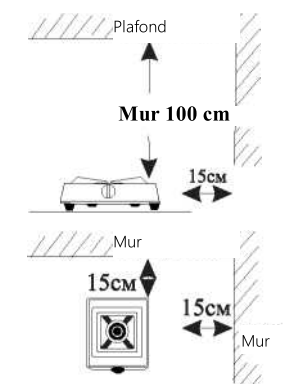

Fig. 14
- Le réchaud doit être placé sur une surface plane, solide et stable. L'appareil nécessite suffisamment d'espace et d'air autour de lui. Laissez au moins 15 cm d'espace des côtés du réchaud et 100 cm au-dessus de lui (Fig. 14). Si l'espace est à moins de 15 cm des côtés inflammables, une barrière d'isolation thermique doit être installée. Gardez également le papier, l'huile et tout autre objet inflammable loin du réchaud à gaz.